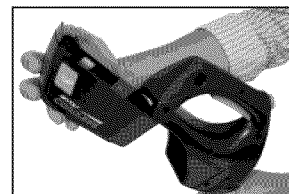

Figure 16 - Placez la pile, complètement chargée, dans le taille-haie.
1. Placez la pile, complètement chargée, dans le taille-haie. (voir la Figure 16)